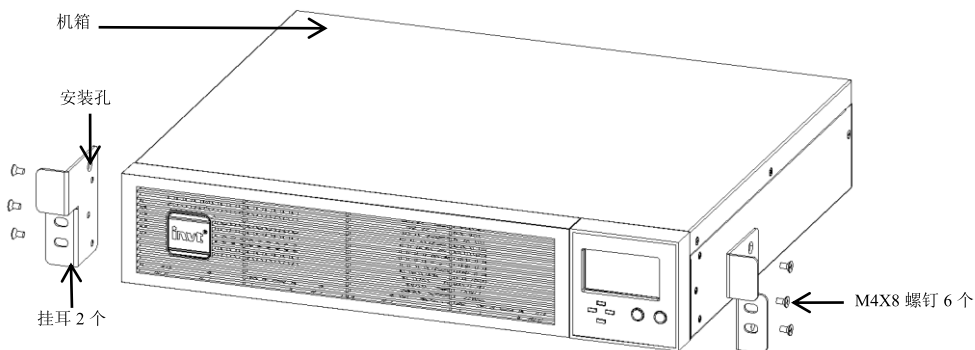

图 5-7 安装挂耳
1. 从附件中取出挂耳（2 个）和 M4×8 螺钉（6 颗），通过安装孔用螺钉将挂耳固定在机箱上，如图 5-7 所示。